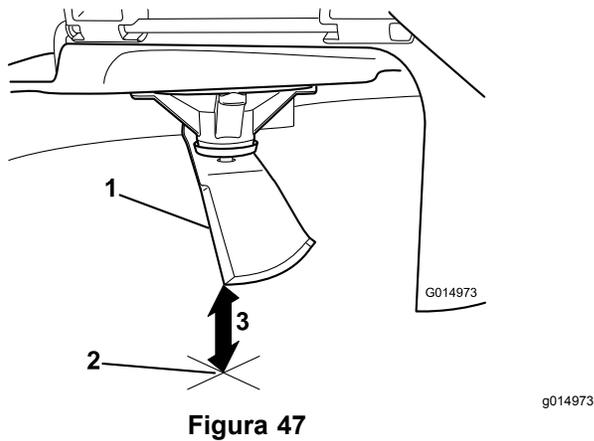

**Figura 46**
4. Gire la misma cuchilla 180 grados de manera que el otro extremo esté en la misma posición (Figura 46).